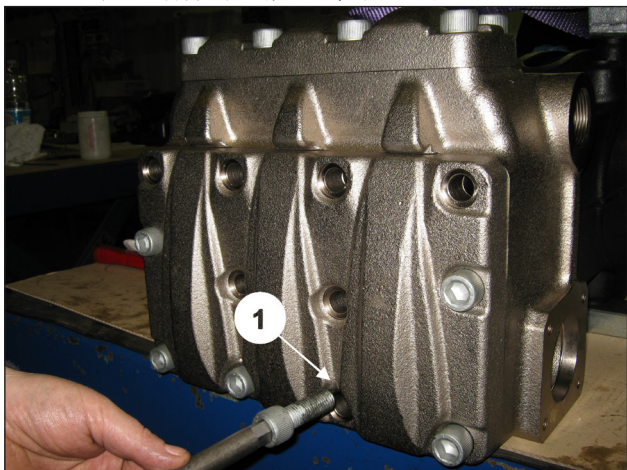
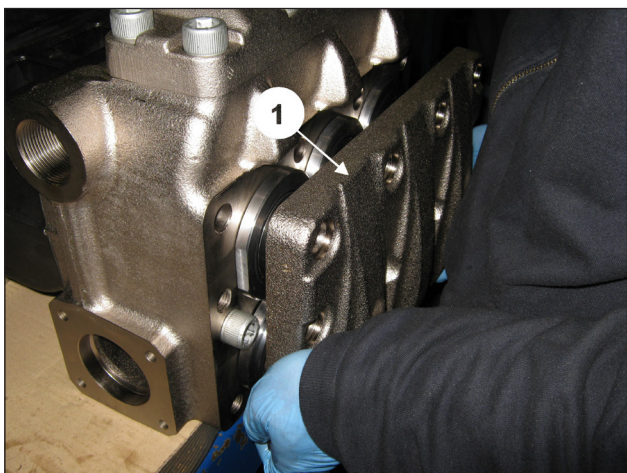

图 103
图 104
拧松吸入阀盖(位置①, 图 103)的6个M16x45螺丝并拧松6个M16x200螺丝。拆除阀盖(位置①, 图 104)。